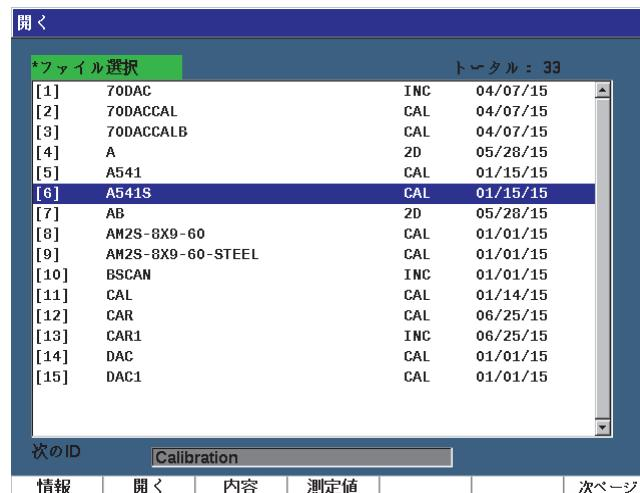

図 10-6 開くページ
1. ファイル > 開くを選択します (212 ページの図 10-6 参照)。